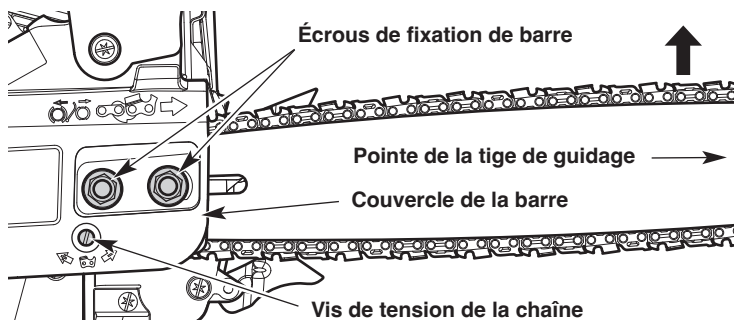

Fig. 27
**REMARQUE** : Une nouvelle chaîne tend à se détendre et à nécessiter un réajustement après aussi peu que cinq (5) coupes. Ceci est normal pendant la période de rodage. L'intervalle entre les futurs ajustements s'allongera rapidement.
2. Utilisez l'outil pour scie à chaîne ou une clé de 13 mm (1/2 po) pour desserrer légèrement les écrous de retenue du guide-chaîne (Fig. 27). **NE PAS** retirer le revêtement de la barre.
3. Tenez la pointe de la tige de guidage et utilisez un tournevis à tête plate pour visser la vis de tension de chaîne (Fig. 27).